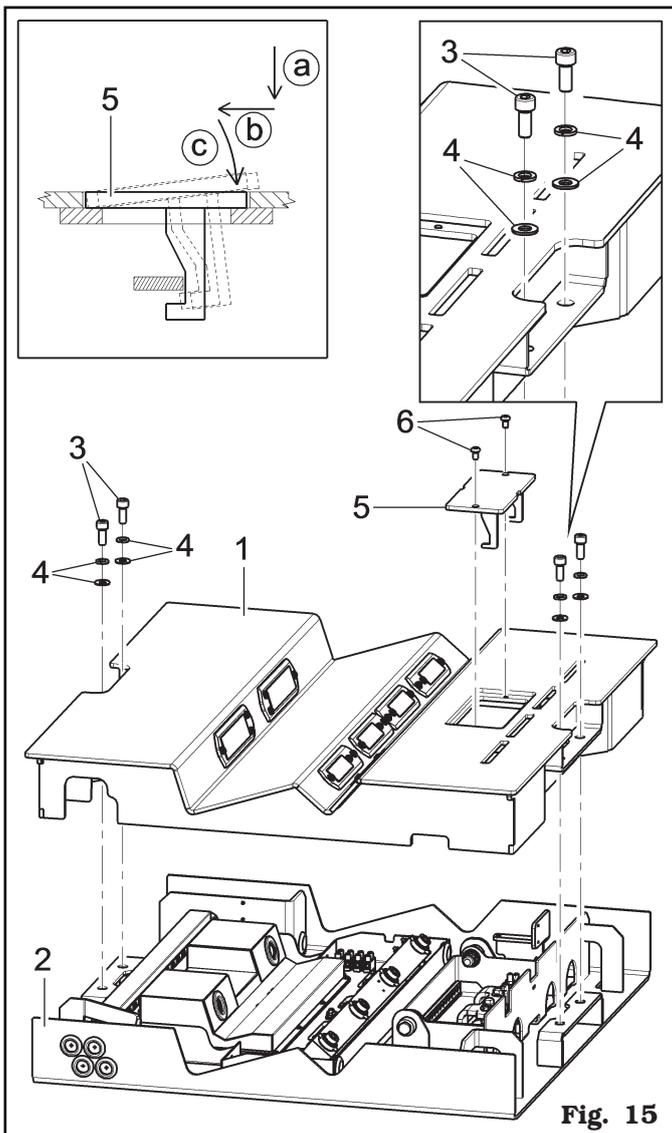

Fig. 15
1. Placer la couverture (**Fig. 15 réf. 1**) sur la base (**Fig. 15 réf. 2**).
2. Fixer la couverture (**Fig. 15 réf. 1**) avec les vis (**Fig. 15 réf. 3**) et les rondelles (**Fig. 15 réf. 4**), fournies en dotation.
3. Brancher le tuyau pneumatique (**réf. 1** du "Tableau D" des "Schémas fonctionnels", voir Chap. 23) et le câble rallonge (**réf. 2** du Tableau D des "Schémas fonctionnels", voir Chap. 23) à la couverture (**Fig. 15 réf. 1**).
4. Monter le couvercle (**Fig. 15 réf. 5**), comme indiqué par la lentille (phase a, b, c), et le fixer à la couverture avec les vis (**Fig. 15 réf. 6**), fournies en dotation.